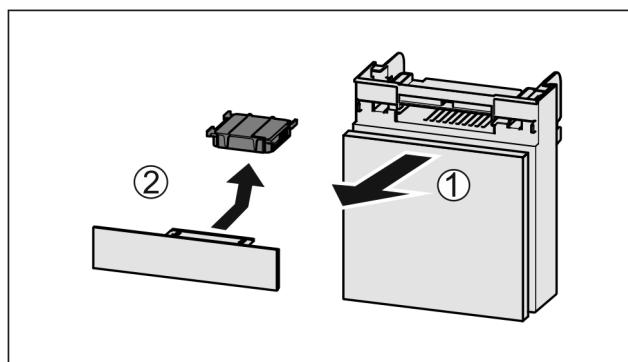

Fig. 101
► Fach nach vorne herausziehen Fig. 101 (1).
► Aktivkohlefilter entnehmen Fig. 101 (2).